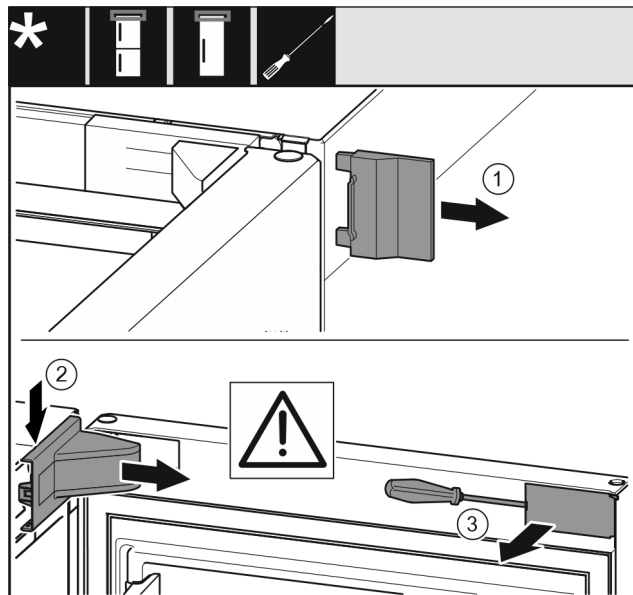

Fig. 6
- ▶ Tag den udvendige afdækning af. Fig. 6 (1)
- ▶ Klik hængselkonsollens afdækning ud, og løs den. Tag hængselkonsollens afdækning af. Fig. 6 (2)
- ▶ Løsn blindpladen med en flad skruetrækker, og drej den til side. Fig. 6 (3)